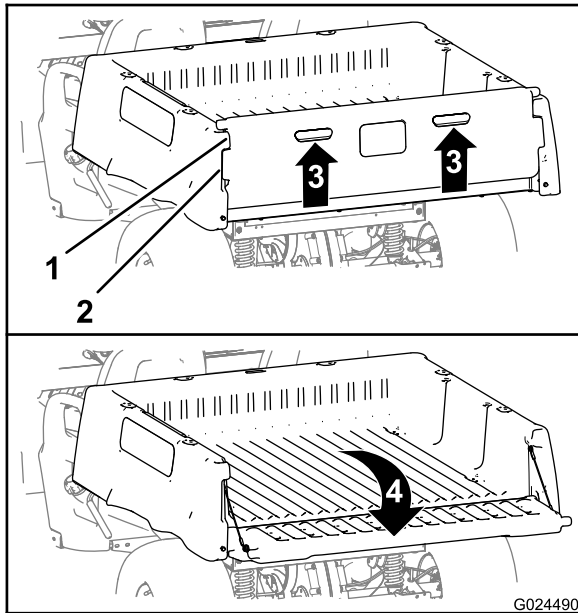

Figura 14
- Tire hacia arriba del portón usando los tiradores del panel trasero (Figura 14).
- Alinee las pestañas de bloqueo del portón trasero con los huecos situados entre las pestañas de la plataforma de carga (Figura 14).
- Gire el portón trasero hacia atrás y hacia abajo (Figura 14).
- Gire el portón hacia arriba y hacia adelante hasta que las pestañas de bloqueo del portón trasero estén enrasadas con el hueco de la plataforma de carga (Figura 14).
- Baje el portón hasta que quede asentado en la parte trasera de la plataforma de carga (Figura 14).